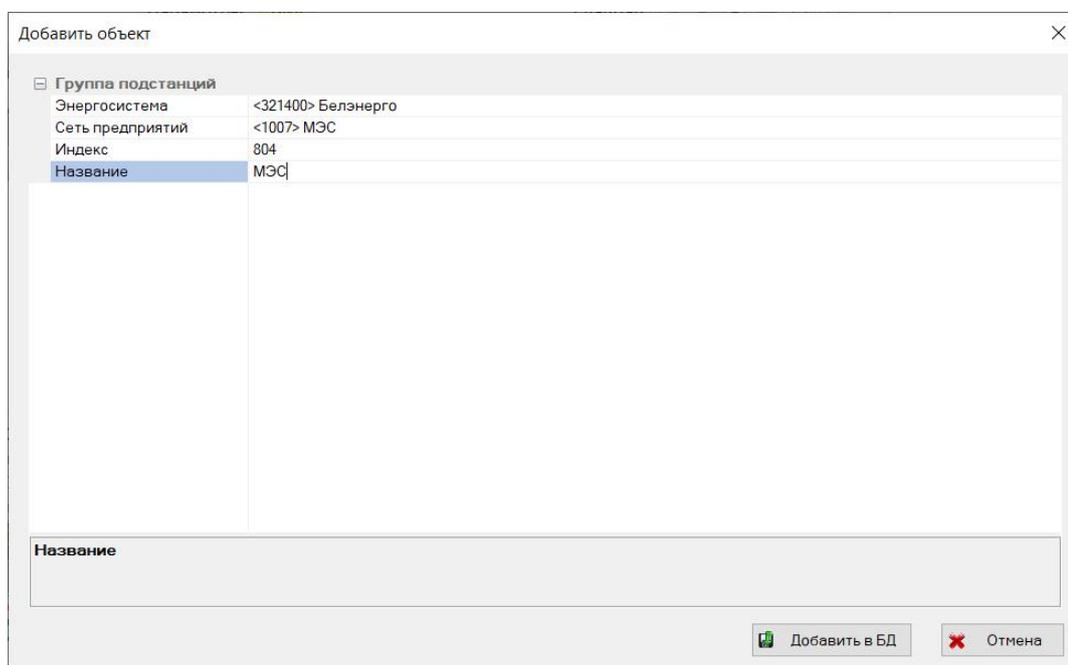

Рисунок 325 – Окно «Добавить объект»
**Пункт «Добавить: Группа подстанций»** вызывает окно **«Добавить объект»**, в которое заносится индекс и имя группы ПС (рисунок 325).